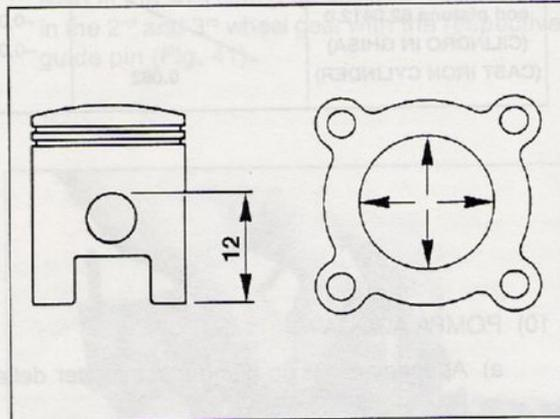

Fig. 36
- 9) **CONTROLLARE** che la canna del cilindro sia priva di tracce di grippaggio o di usura e non vi siano rigature di alcun genere. Controllare con un alesametro il diametro del cilindro in due direzioni a 90° tra loro (una parallela e l'altra perpendicolare all'asse dello spinotto) (Fig. 36). Il limite di ovalizzazione è di 0,03 mm., oltre il quale sostituire il cilindro.
- 9) **CHECK** that the cylinder water jacket does not have seizing notches or increasing-rate wear and that there are no scorings of any kind. By means of a bore measuring device check the cylinder bore in two directions at 90° from each other (one parallel to the piston pin axis the other perpendicular to it) (Fig. 36). The maximum ovalization allowable is 0.03 mm over which it is necessary to replace the cylinder.
Verificare quindi il diametro del pistone e confrontarlo con il diametro del cilindro (Fig. 36).
Then check the diameter of the piston and check it against the diameter of the cylinder (Fig. 36).